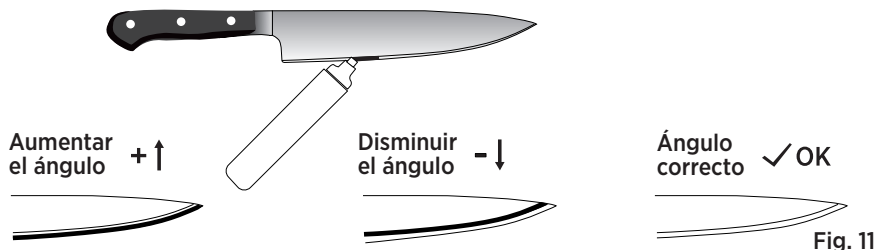

Fig. 11
Aplique un marcador en el filo. Ajuste la barra de soporte hacia arriba o hacia abajo según sea necesario y afile suavemente el filo. Cuando el marcador se haya eliminado por completo, revelando un filo limpio (Ver Fig. 11), el valor del ángulo en la escala (A o B) indica el ángulo correcto de afilado.
3. Gire el botón de bloqueo de ángulo para mover la barra de soporte hacia arriba o hacia abajo según sea necesario y afile suavemente el filo. Cuando el marcador en la cuchilla se haya eliminado completamente, revelará un filo limpio (Ver Fig. 11).